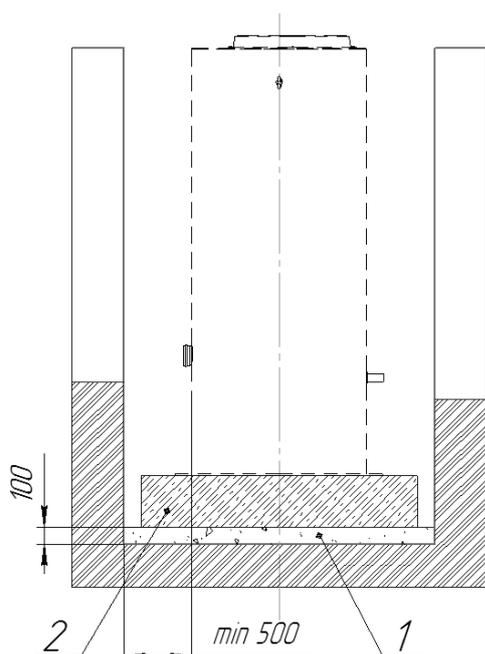

Рисунок 2 – Организация котлована и заливка железобетонной плиты
На дно вырытого котлована укладывается песчаная или щебёночная подсыпка (1) высотой 100 мм (Рисунок 2). Щебёночное основание применяется при потенциальной подтопляемости территории (высоком уровне грунтовых вод).